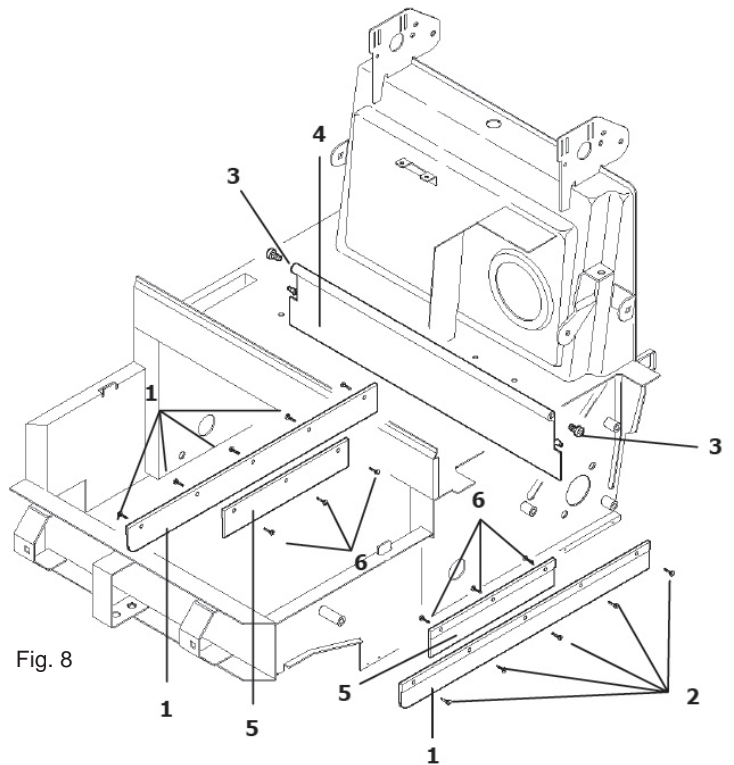

Fig. 8
For å skifte ut sideklaffene (pos. 1 Fig. 8) tar du av bakhjulene. Løsne skruene som fester klaffene til rammen (pos. 2 Fig. 8) og skift dem ut med nye.
For å skifte ut de interne sideklaffene (pos. 5 Fig. 8) løft den framre delen av maskinen og løsne skruene (pos. 6 Fig. 8) som fester klaffene til rammen. Skift dem ut med nye.
- Løsne festetappen for klaffen (pos. 3 Fig. 8) plassert på sidene av rammen.
- Grip tak i klaffen (pos. 4 Fig. 8) mot utsiden av maskinen.